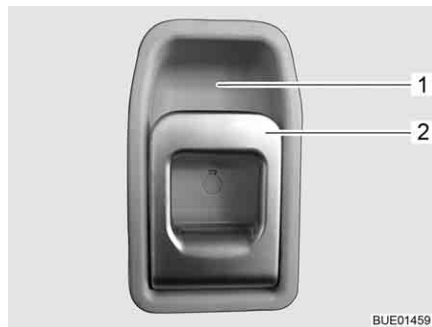

Bild 60 Dörrlås ingångsdörr, insida
- Drag i handtaget (Bild 60,2). Dörrlåset låses upp.
- Tryck handtagets (Bild 60,2) övre del i riktning mot greppkåpan (Bild 60,1).